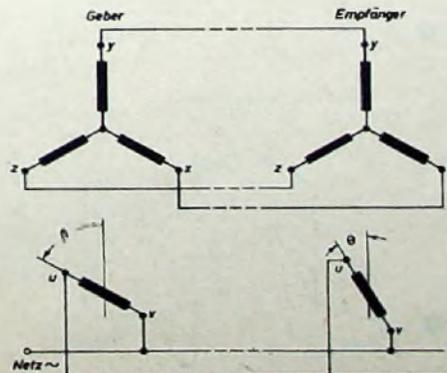

Bild 8. Grundschriftung zur Winkelübertragung mit Drehmelder-Geber und Momentenempfänger
Bild 8 zeigt die Schaltung der Drehmelder-Empfänger zur Fernübertragung von Winkelstellungen und Drehmomenten in Zusammenarbeit mit Drehmelder-Gebern. Die Statorklemmen x, y, z des Gebers und Empfängers sind über drei Fernleitungen
Die Wirkungsweise der Anordnung nach Bild 8 beruht auf dem Zusammenwirken der magnetischen Felder der Rotoren, die durch die Erregung aus dem Netz hervorgerufen werden, und denen der beiden Statoren. Diese Statorfelder entstehen durch Ausgleichströme, die in den Statorspulen und den Fernleitungen dann fließen, wenn die Winkelstellungen von Geber und Empfänger nicht übereinstimmen. Die Anordnung arbeitet folgendermaßen: Durch die Erregung der Rotoren von Geber und Empfänger mit Wechselspannung werden nach Gl. (2) in den drei Statorspulen der beiden Systeme Spannungen induziert, deren Amplituden gegenüber den Sternpunkten durch die Drehwinkel der beiden Rotoren bestimmt sind. Der Drehwinkel des Empfängers sei mit θ und der des Gebers mit β bezeichnet (dabei wird wie üblich eine dem Uhrzeigersinn entgegengesetzte Drehung als positiv angenommen). Die Statorspannungen von Geber und Empfänger kann man außer nach Gl. (2) auch nach Bild 5 bestimmen³⁾. Da die gleichlautenden Statorklemmen am Geber und Empfänger miteinander verbunden sind, wirken die in den beiden Systemen induzierten Spannungen einander entgegen, und in den drei Statorstromkreisen und damit in den Stator-